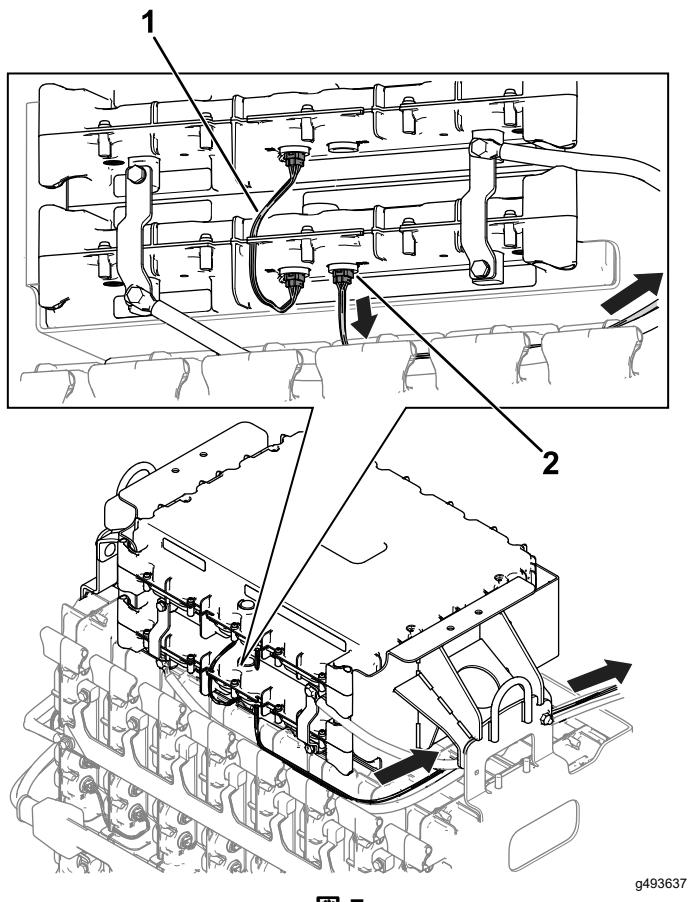

図 7
- 図7に示すように、ワイヤーハーネスをバッテリーに接続する。
2. データインターフェイスワイヤーハーネスの残りのコネクタ (45-1/2") を背面バッテリートレイに向けて配線します (図7)。